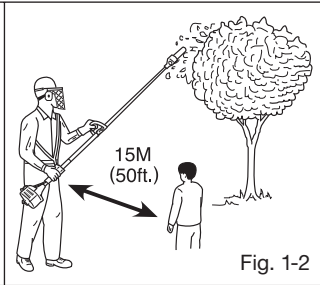

Fig. 1-2
- Katsojia ja työtovereita on varoitettava, ja lasten sekä eläinten tulo lähemmäksi kuin 15 m päähän on estettävä käyttäjässä jatkoversikonetta. (Fig. 1-2)
- Suojaudu putoavilta oksilta ja roskilta käyttämällä kypärää ja täysikokoista visiiriä. (Fig. 1-2)
- Spectator and fellow workers must be warned, and children and animals prevented from coming nearer than 15M (50ft.) while the pole saw is in use. (Fig.1-2)
- Always wear head protection with full face shield to help protect against falling branches and debris. (Fig.1-2)